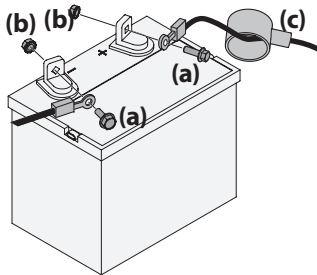

Figura 14
1. Retire la cubierta plástica, si está presente, del cable positivo de la batería. Conecte el cable rojo al borne positivo de la batería (+) utilizando el perno (a) y la tuerca hexagonal (b). Consulte la Figura 14.
2. Retire la cubierta plástica, si está presente, del borne negativo de la batería y conecte el cable negro al borne negativo de la batería (-) utilizando el perno (a) y la tuerca hexagonal (b). Consulte la Figura 14.
Para ajustar la posición del asiento, retire la perilla de ajuste o perno de 9/16" (a) que está en la parte inferior del asiento (b). Deslice el asiento (b) hacia adelante o hacia atrás, según lo desee. Vuelva a instalar la perilla de ajuste o el perno de 9/16" (a). Consulte la Figura 14.